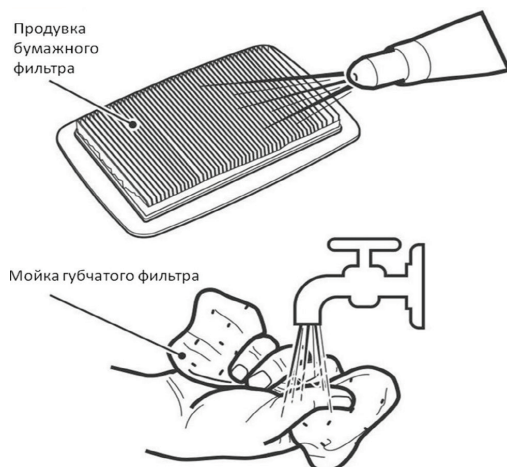

Рис. 18
3. Выполните продувку бумажного фильтра сжатым воздухом, давлением не более 2 бар, чтобы удалить пыль и абразивные частицы (рис. 18).